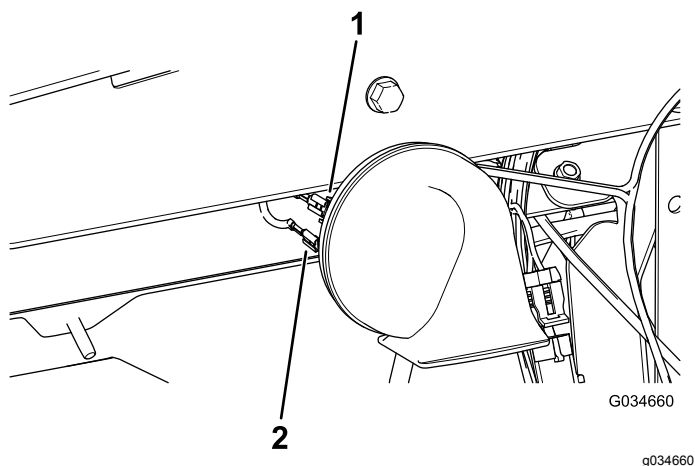

Figura 4
3. Collegate i 2 connettori femmina dal cablaggio preassemblato principale nei 2 connettori maschio sull'avvisatore acustico da 48 V (Figura 4).